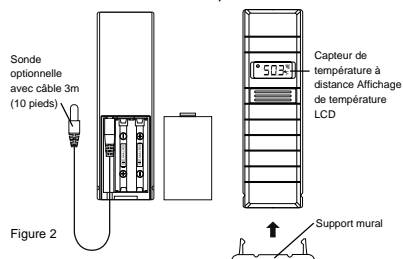

Figure 2
- Capteur de température à distance avec sonde Canal 2 en option (TX25U, Figure 2).